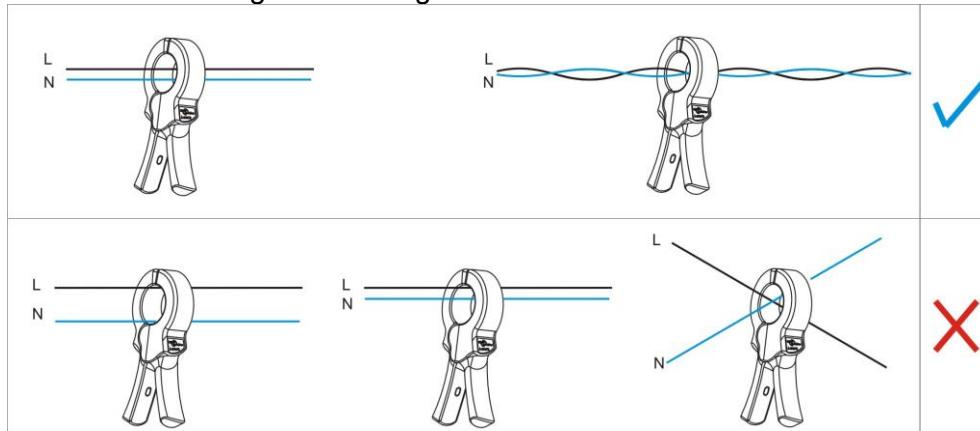

Abb. 11: Minimieren von Einflussgrößen, korrekte Anordnung von Leitern
- Die Phasen- und Nullleiter sollten so nah wie möglich und in der Mitte der Zange angeordnet werden. Wenn möglich, sollten sie verdrillt werden, um die Symmetrie (für das differentielle Messverfahren) zu erhöhen – siehe Abb. 11.